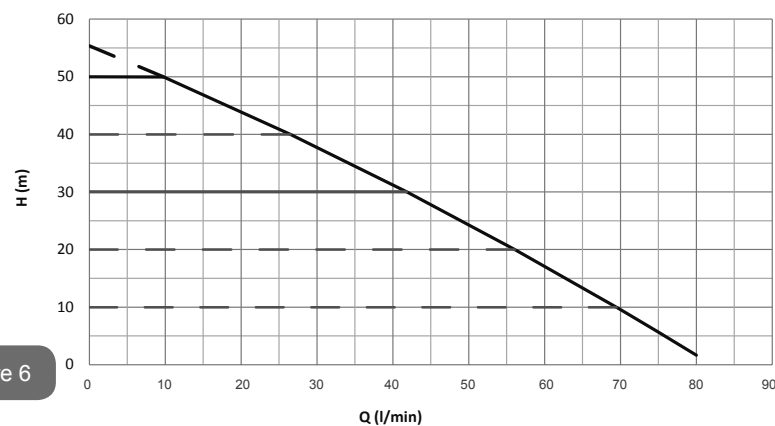

Figure 6
Le graphique de la Fig.6 illustre la courbe des prestations hydrauliques. L'inverseur module automatiquement la vitesse de rotation de l'électropompe, lui permettant ainsi de dépasser selon les besoins son point de travail sur une partie quelconque de la zone située sous sa courbe, afin de maintenir la constance de la valeur de pression paramétrée (SP). La courbe rouge illustre le comportement de e.sybox mini lorsque le point de consigne est de 3,0 bar.